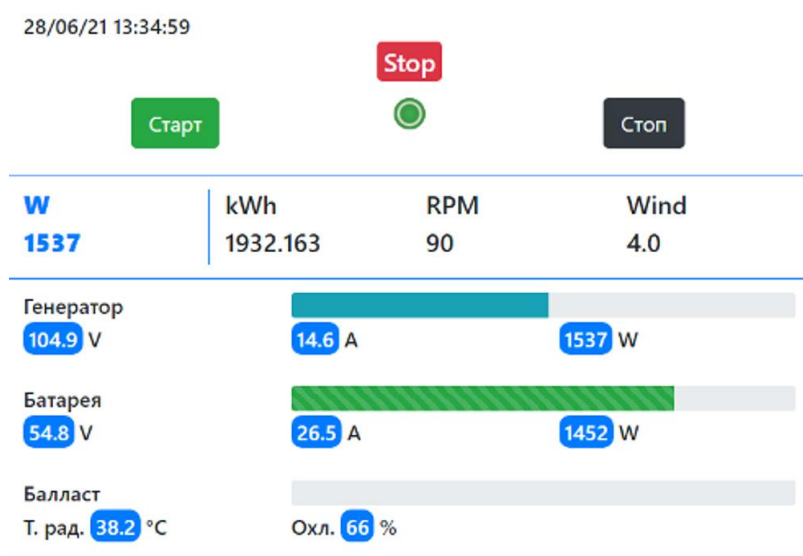

Рисунок 9.8.
9.3.3. Для работы через Web-страницу (рис. 9.8) можно использовать как локальную сеть, так и прямое подключение через адрес: 192.168.7.1. Для получения доступа к устройству с любой точки мира необходимо иметь доступ в интернет, используя статический адрес, для получения такой опции обращайтесь к своему провайдеру. Имея статический адрес необходимо выполнить настройки в роутере, назначив порт для вашего контроллера, то есть при обращении к вашему статическому адресу через интернет сеть, роутер должен перенаправить запрос по назначенному порту, на котором обозначен IP-адрес контроллера. Дополнительно необходимо зарезервировать IP-адрес контроллера, согласно его MAC-адреса, для того чтобы при подключении к локально сети IP-адрес назначался каждый раз один и тот же.